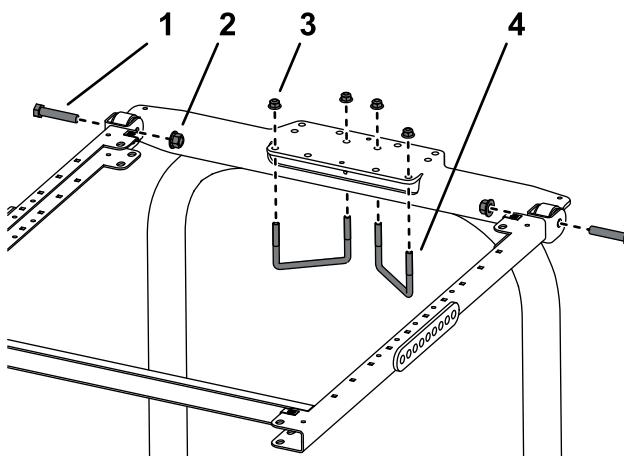

Рисунок 46
1. Установите монтажный кронштейн ROPS на верхнюю часть защитной дуги опрыскивателя травяного покрова (Рисунок 46).
2. Установите раму в сборе на монтажный кронштейн ROPS (Рисунок 46).
3. Используя монтажные отверстия, показанные на Рисунок 46, прикрепите каждый монтажный кронштейн ROPS к верхней части защитной дуги с помощью 2 U-образных болтов (4 1/2 x 2 3/4 дюйма) и 4 фланцевых гаек.